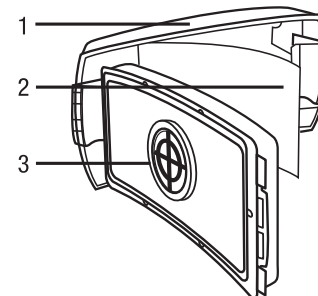

Fig. 6
- Coloque el Filtro HE y el prefiltro o inhibidor de chispas (si usa uno) en la cubierta del filtro de acuerdo con la Fig. 6. Asegúrese que la etiqueta del filtro HE pueda verse en la ventana de la cubierta del filtro. **NOTA:** El TR-3600 no puede usarse en combinación con TR-362. Remítase a la etiqueta de aprobación NIOSH del TR-300 para confirmar qué producto puede usarse con su configuración de sistema.